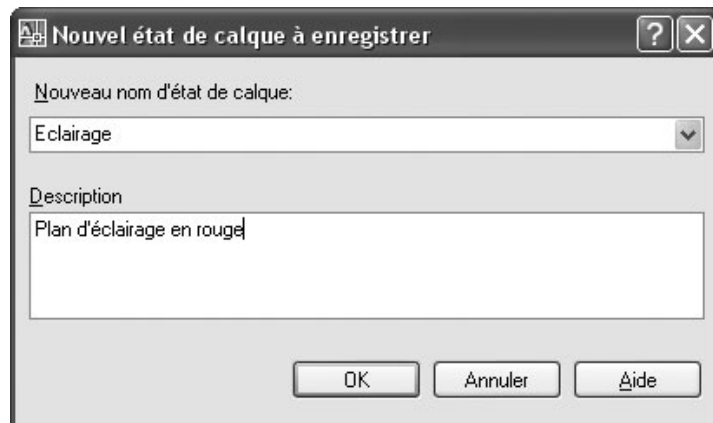

Fig.2.21
- [5] Dans la boîte de dialogue **Nouvel état de calque à enregistrer** (New Layer State to Save), entrez le nom du nouvel état de calque ou sélectionnez un nom dans la liste. Ajoutez éventuellement une description (fig.2.21).
- [6] Cliquez sur **Fermer** (OK).